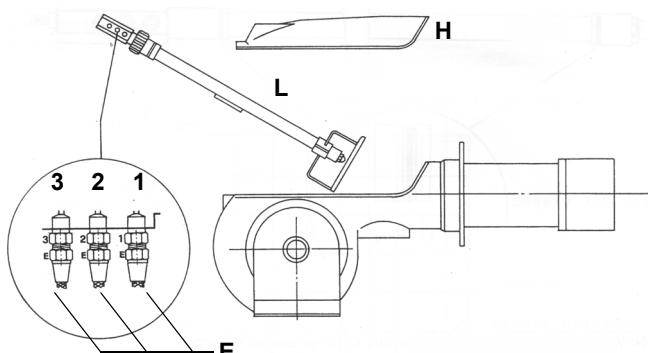

Рис. 23
- Открутить мазутные соединительные детали Е, которые крепят мазутные шланги к форсме, и снять полностью весь узел, как показано на Рис. 23.